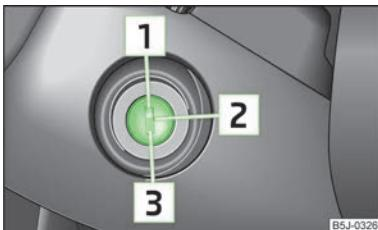

Fig. 82
- Durante la marcha con el motor parado, la llave de encendido ha de estar siempre en la posición **2** » fig. 82 de la página 82 (encendido conectado). Esta posición se indica encendiéndose los testigos de control. Si no es así, podría producirse inesperadamente el bloqueo de la dirección - ¡Peligro de accidente!
- El motor de arranque sólo se deberá accionar (posición de la llave de contacto **3** » fig. 82 de la página 82) si el motor del vehículo está parado. Si se acciona el motor de arranque con el motor en marcha, puede resultar dañado el motor de arranque o el motor del vehículo.
Si la dirección está **bloqueada** y no se puede girar la llave de contacto la posición » fig. 82 o resulta muy difícil, se debe ligeramente el volante hacia los lados para liberar el bloqueo de la dirección.
- › Pisar el pedal del embrague a fondo, conectar el encendido » fig. 82 de la página 82 y arrancar - no acelerar. Mantener el pedal de embrague pisado a fondo hasta que el motor arranque.
Parar el motor girando la llave de contacto a la posición » fig. 82 de la página 82.